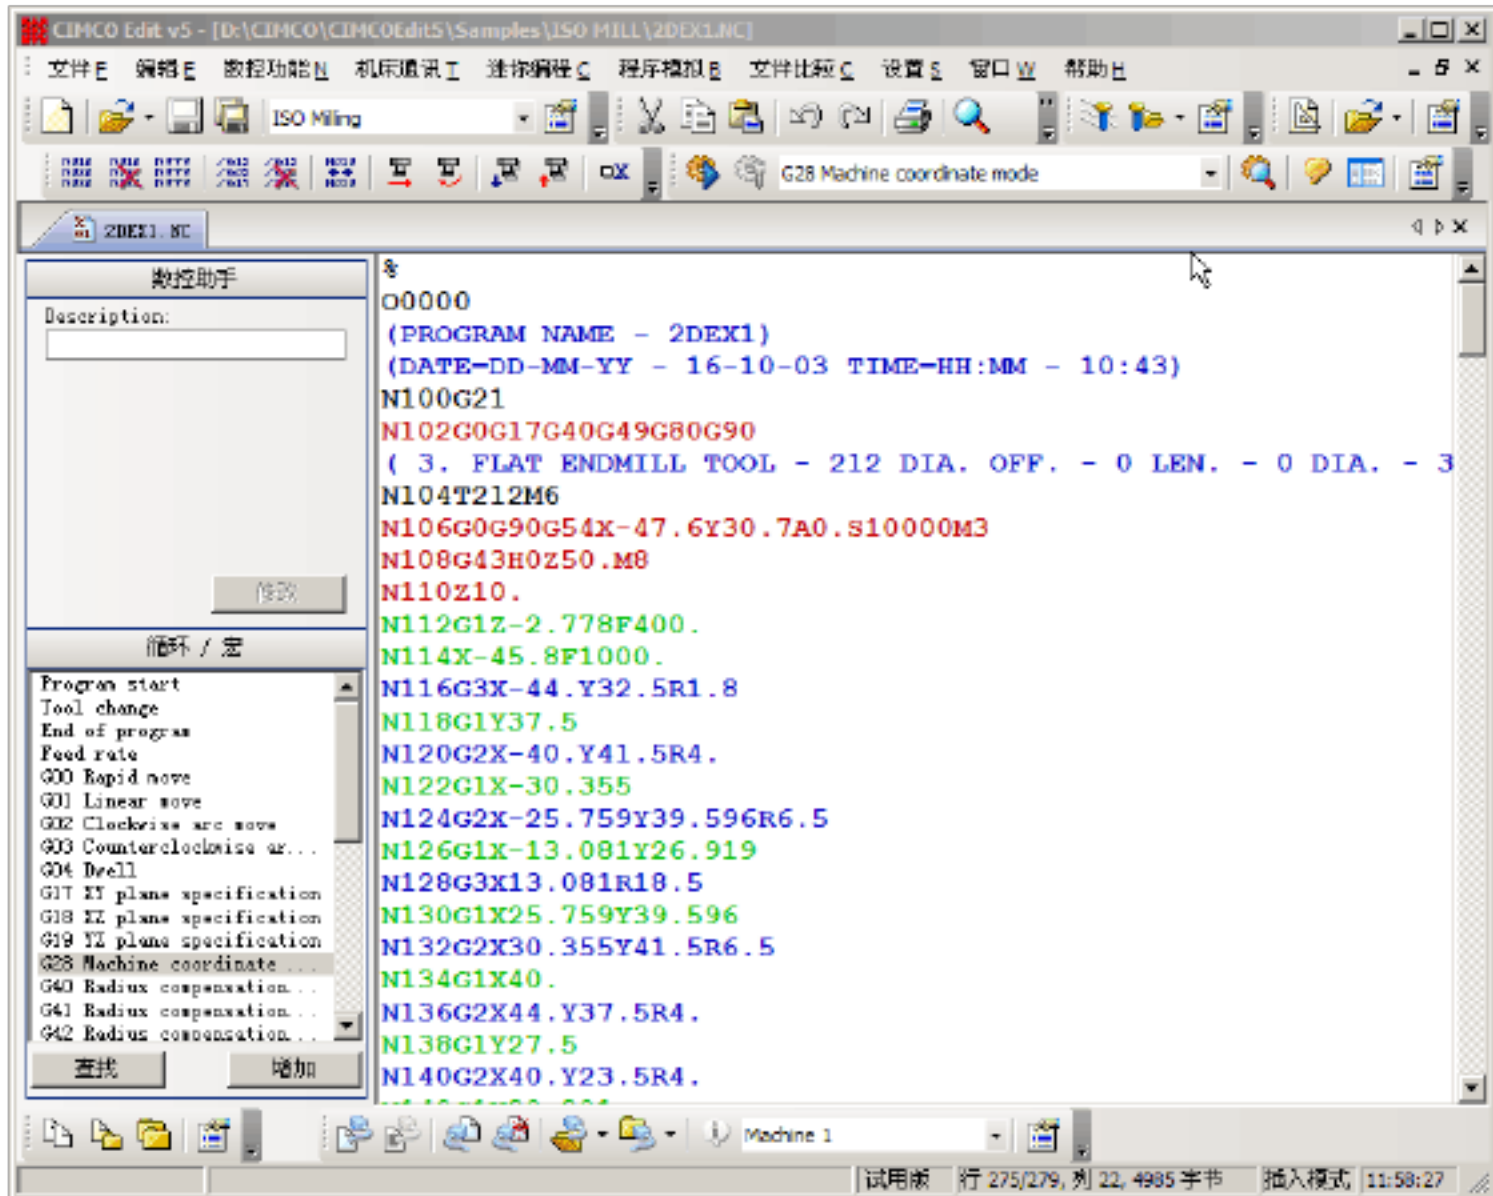

图 7-18
1) 软件界面如图 7-18:
选择所要发送的文件后，按[打开]，在图 7-18 中 9 位置出现文件路径，供用户校对文件是否正确，如图 7-25。并在发送过程中在下方状态栏中显示发送接收字节数，如图 7-26。